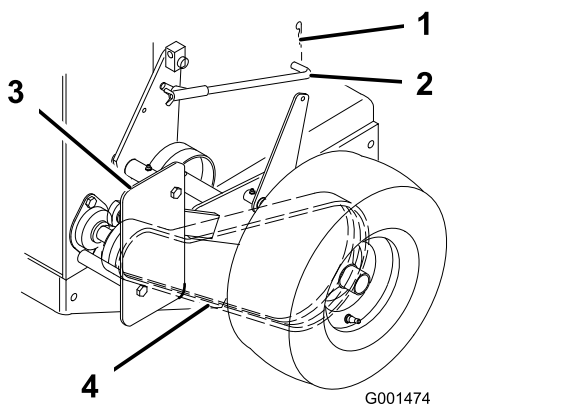

Figure 36
3. Enlevez la goupille fendue qui fixe la tige de frein au bras de frein pour relâcher la poulie de tension de la courroie (Figure 36).
4. Enlevez le boulon inférieur et desserrez le boulon supérieur du déflecteur pour le faire pivoter et accéder à la courroie (Figure 36).
5. Soulevez la courroie et faites-la passer au-delà de la poulie de tension pour l'enlever de la poulie deentraînement (Figure 36).
8. Fixez le déflecteur avec les boulons retirés précédemment, serrés au couple correct (Figure 36).
9. Fixez la tige de frein au bras de frein avec la goupille fendue (Figure 36).